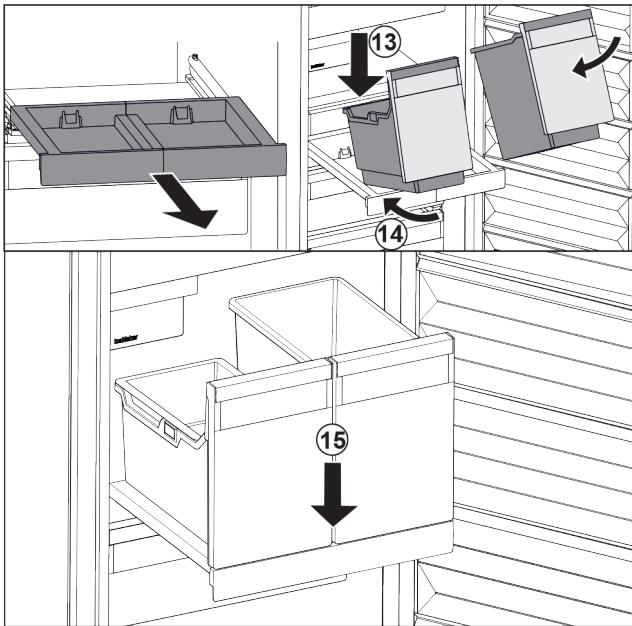

Fig. 95
- ▶ Placer les bacs sur le compartiment coulissant en les inclinant. Fig. 95 (13)
- ▶ Pousser les bacs jusqu'au fond en les inclinant. Fig. 95 (14)
- ▶ Déposer les bacs par l'avant. Fig. 95 (15)